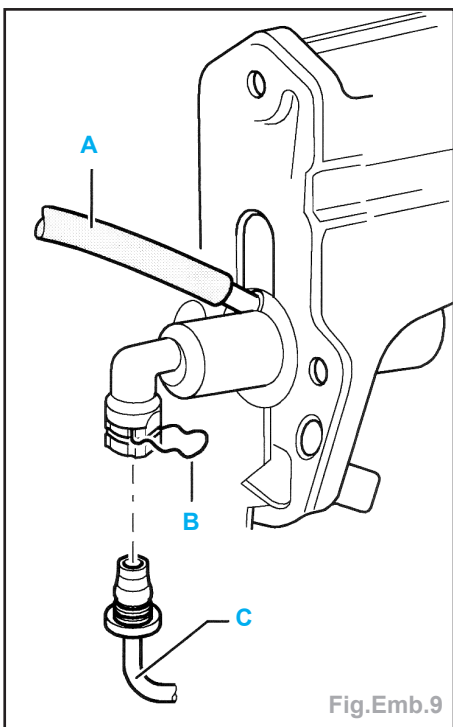

Fig.Emb.9
- Débrancher et obturer la Durit d'écoulement (A) arrivant au réservoir pour le liquide de frein (Fig.Emb.9).